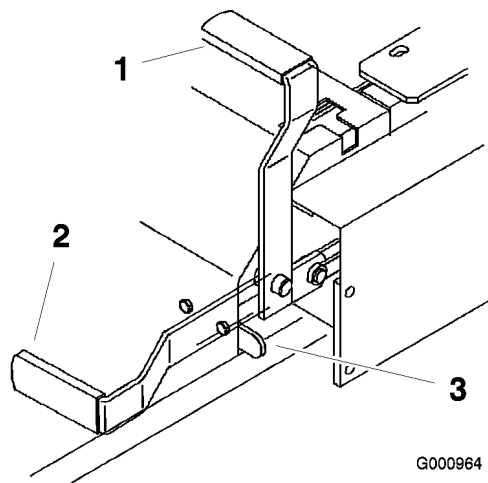

Bild 11
2. Ziehen Sie den Feststellbremshebel nach hinten und oben, um die Feststellbremse zu aktivieren (Bild 11). Der Feststellbremshebel muss fest in der aktivierten Stellung bleiben.
Drücken Sie den Feststellbremshebel nach vorne und unten, um die Feststellbremse zu lösen (Bild 11). Die Feststellbremse ist gelöst und der Hebel liegt am Bremsanschlag.